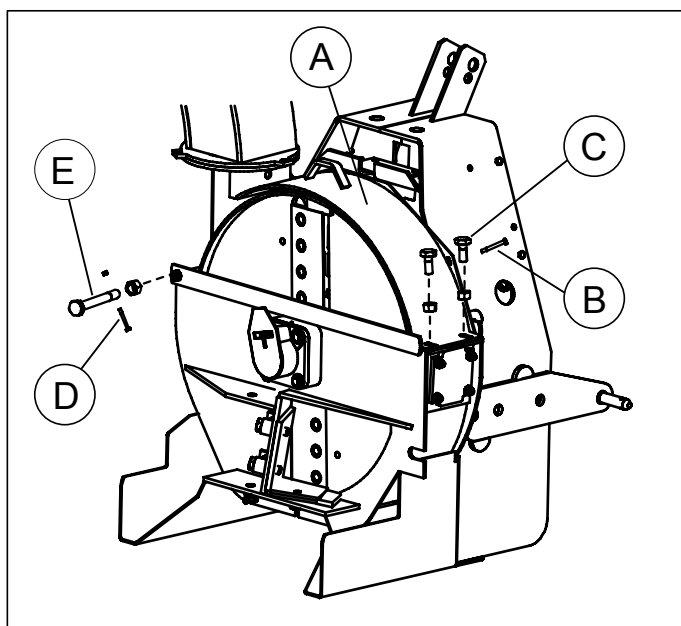
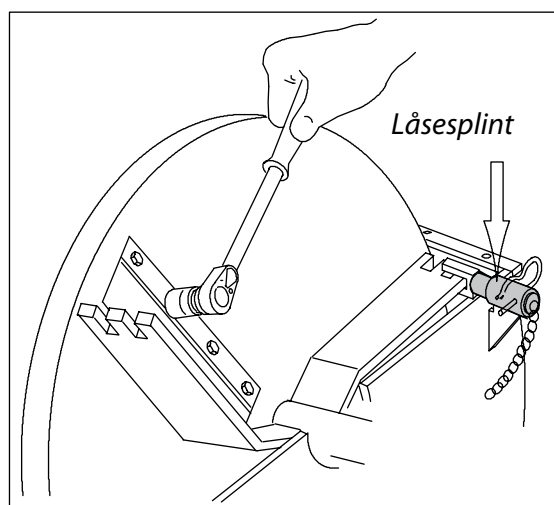

Fig. 19 Fjerne det øvre kammeret
Fig. 20 Låse skiven og fjerne låsemutterne
1. Fjern knivenes låsemuttere (M10). Fig. 20
- (Fig. 19) Fjern det øvre kammeret (A), skruene (M6) (B) og skruene (M12) (C). Sving det øvre kammeret til siden.
- Fjern skruene (M6) (D) og hengsleskruen (M12) (E).
- Lås skiven med låsesplinten. (Fig. 20)